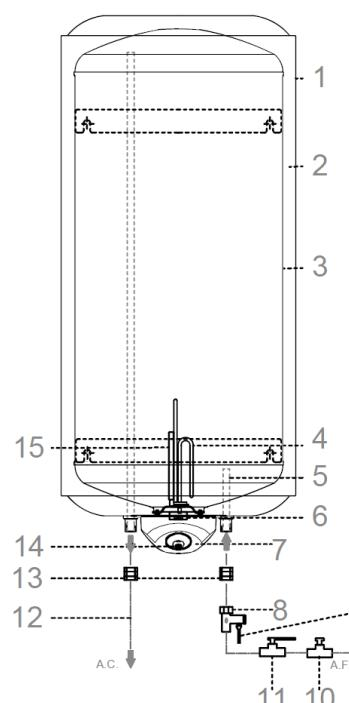

Fig. 7 Instalação vertical
Conekte o cilindro ligando a sua cravelha. A lâmpada piloto (pos.14 Fig. 7 e 8, pág 14) acesa indica que se está aquecendo a água; apagada indica que toda a água quente está à temperatura selecionada no termostato interno ou externo de regulação do cilindro (pos.6 Fig. 7 e 8, pág 14).
É imprescindível que o Serviço de Assistência Técnica (SAT) revise anualmente o seu cilindro para eliminar a cal depositada no elemento aquecedor (pos.4 Fig. 7 e 8, pág 14) e comprovar o estado do ânodo de magnésio (pos.15 Fig. 7 e 8, pág 14). Se a água na sua zona é muito dura ou corrosiva deve solicitar revisões mais frequentes.